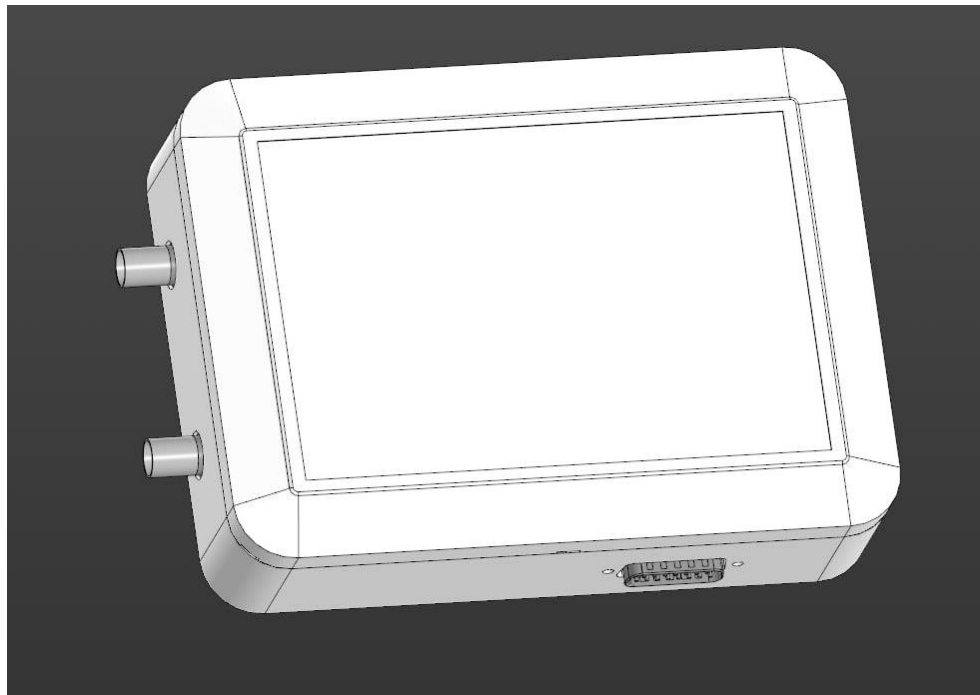

Рис. 2. Боковая и нижняя панель приборного блока
4.6 На нижней панели приборного блока расположены (рис.2):